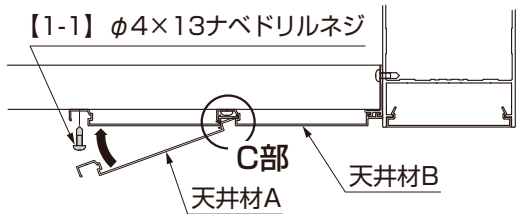
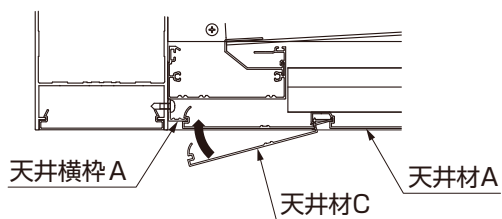

図4-22 天井材Aの取付け
図4-23 天井材Cの取付け
- ④天井材AをC部に吻合させて【1-1】で天井縦枠、調整フレームに取付けてください。(図4-22参照)
- ⑤壁樋を取付けてください。
- ⑥天井材Cを天井材A、天井横枠Aにかん合させて取付けてください。(図4-23参照)